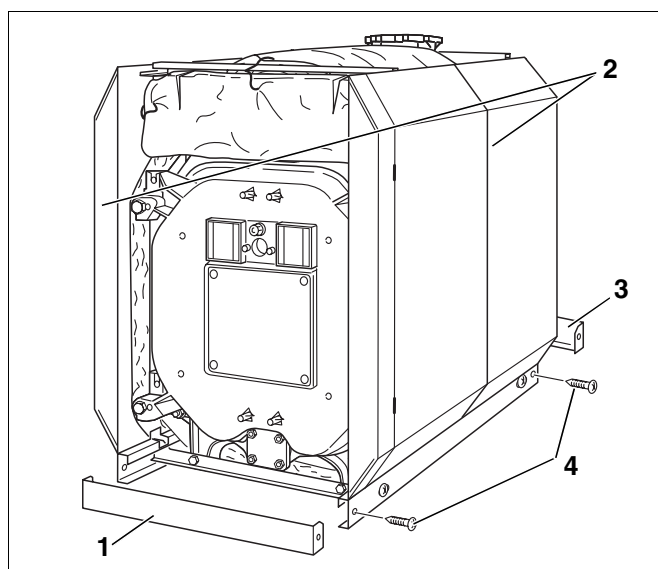

Fig. 51 Montarea șinelor de soclu
- Când pereții laterali (fig. 51, **poz. 2**) sunt în poziție verticală, se strâng șuruburile de tablă din șina soclului (fig. 51, **poz. 4**).
- Șinele de soclu transversale (fig. 51, **poz. 1 și 3**) se îmbină din față cu șinele longitudinale. Profilul șinei transversale trebuie să fie situat jos și orientat spre cazan (fig. 51).